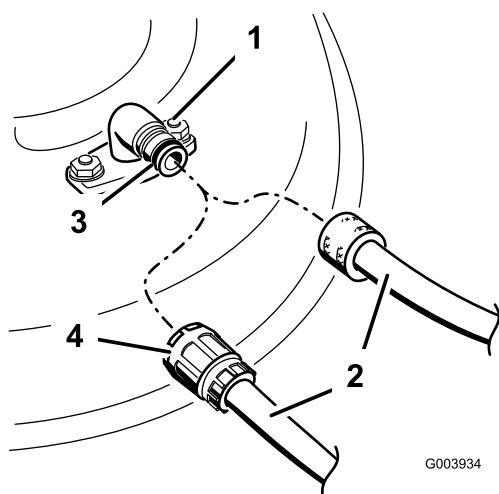

Рисунок 29
4. Подсоедините шланг к штуцеру промывки и поверните регулятор подачи воды в положение большого расхода (Рисунок 29).